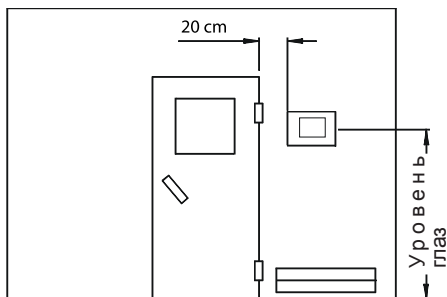
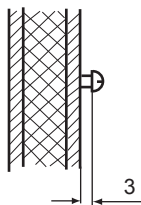
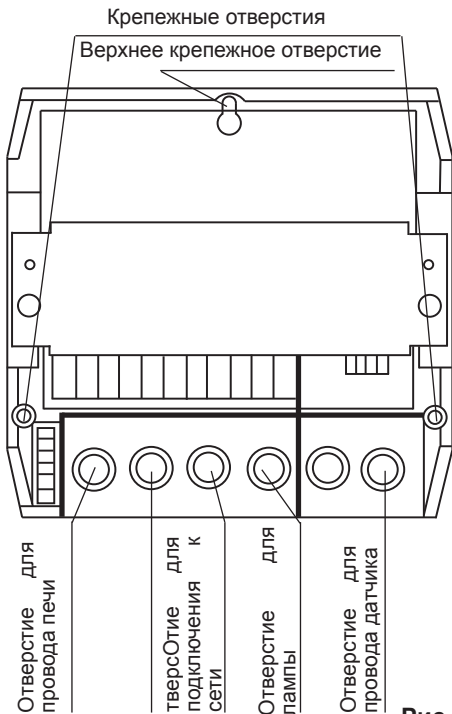
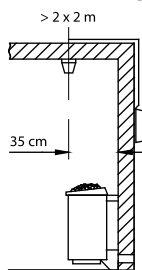

Рис. 3
Рис. 3.2
Рис.4
Рис. 9
нижних отверстиях (рис.9) к стенке или крыше парилки (Рис. 4).
1.Снимите крышку контроллера. Для этого ослабьте соединительные винты под шкалой управления. С помощью подходящего острого ножа расширьте отверстия для прокладки кабелей (Рис. 4). Отверстия Ж 3 мм для шурупов, входящих в комплект поставки, 4 x 20 мм, наносятся в соответствии с размерами, указанными на рис. 3 + 3.1.
2.Вкрутите один из шурупов в верхнее среднее крепежное отверстие (Рис.9). На этот шуруп навешивается контроллер. Поэтому шуруп должен выступать приблизительно на 3 мм (Рис. 3.2)